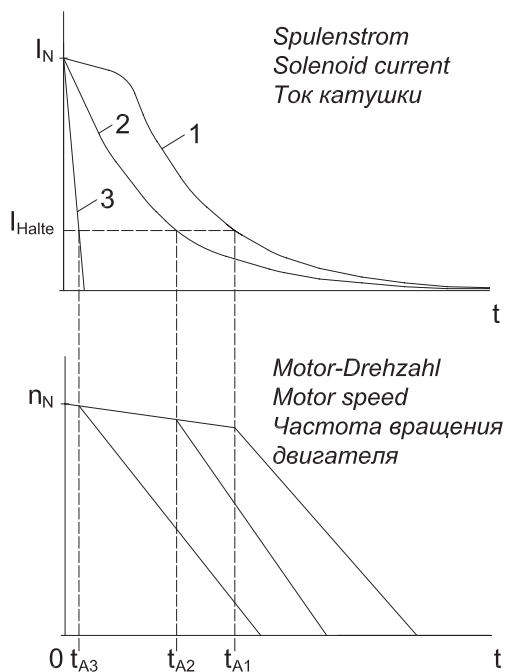

Рис. 3. Принципиальная характеристика тока тормозной катушки и частоты вращения двигателя при отключении по сети переменного (1, 2) и постоянного (3) тока
- а) Питание выпрямителя от клеммной панели двигателя (рис. 3, кривая 1) Время срабатывания тормоза  $t_{A1}$ : очень долгое
- б) Отдельное питание выпрямителя (рис. 3, кривая 2)
#### 4.1.2.2 Обрыв электрической цепи постоянного тока магнитной катушки (рис. 3, кривая 3)